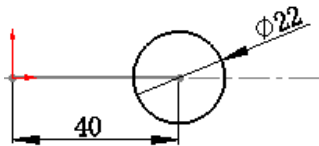

图 11.4.14 弯管截面
Step2. 创建弯管截面。选择下拉菜单**插入(I)** → **草图绘制**命令，系统弹出“编辑草图”对话框；选取上视基准面为草图基准面；在添加“40”和“ $\varnothing 22$ ”尺寸时，在“尺寸”对话框的**主要值(V)**区域的文本框中分别将两个尺寸命名为“折弯半径”和“直径”；选择下拉菜单**插入(I)** → **退出草图**命令，完成弯管截面的绘制；右击设计树中的**草图2**，在系统弹出的快捷菜单中选择**特征属性...**命令，此时系统弹出“特征属性”对话框。在**名称(N):**的文本框中将名称“草图 2”更改为“弯管截面”，单击**确定**按钮，结果如图 11.4.14 所示。